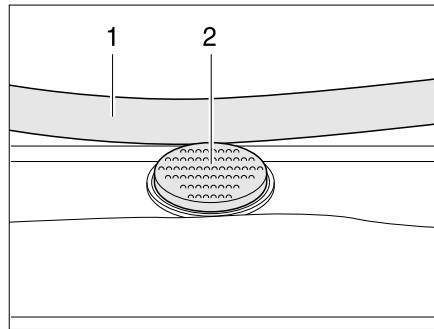

Fig. 91 Bouton de sûreté sur le lanterneau Heki
- Appuyer sur le bouton de sûreté (Fig. 91,2) et tirer l'étrier (Fig. 91,1) vers le bas avec les deux mains.
- Pousser l'étrier vers le haut avec les deux mains jusqu'à ce que ce dernier se trouve au-dessus du bouton de sûreté (Fig. 91,2).